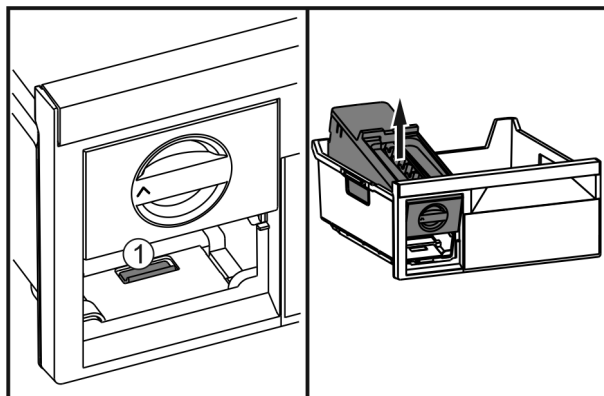

Fig. 56
- ▶ Натиснути на накладку Fig. 56 (1), EasyTwist-Ice підняти ззаду і витягнути з висувного ящика для заморожування.